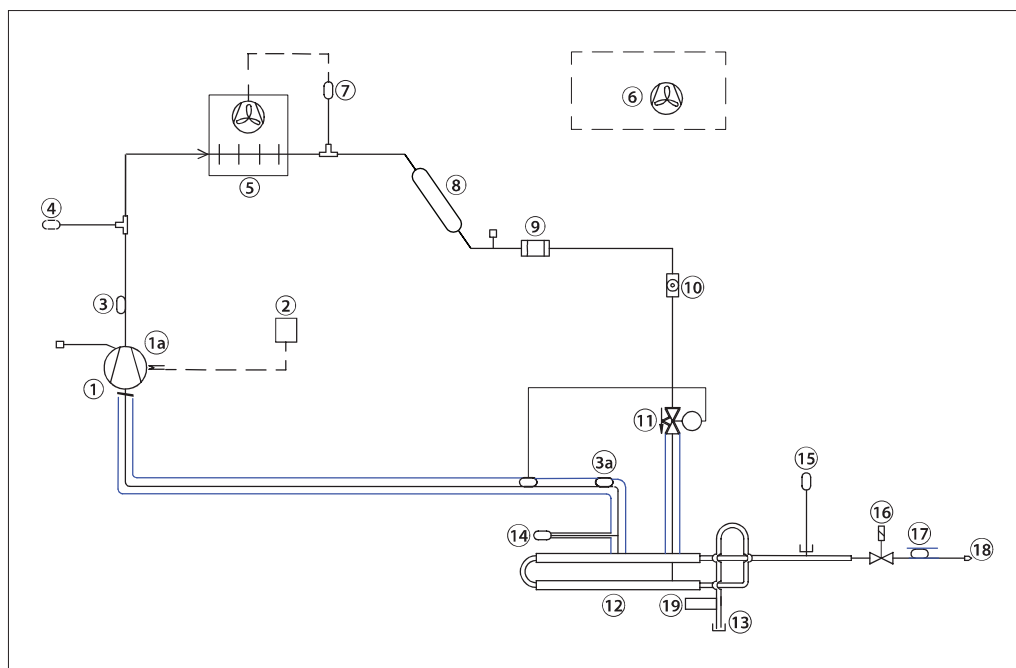

Fig. 1 Disposition du purgeur R290
** Voir Fig. 1 et Fig. 10a
Seul 1 raccordement mécanique est nécessaire pour le purgeur (voir fig.1). Le débit d'ammoniac/ de gaz NC de l'installation principale circule dans la bride pour ammoniac (voir le point 13 dans la figure 1 ci-dessous), tandis que la purge de gaz NC est effectuée par le tuyau de purge après le restricteur de purge (18).